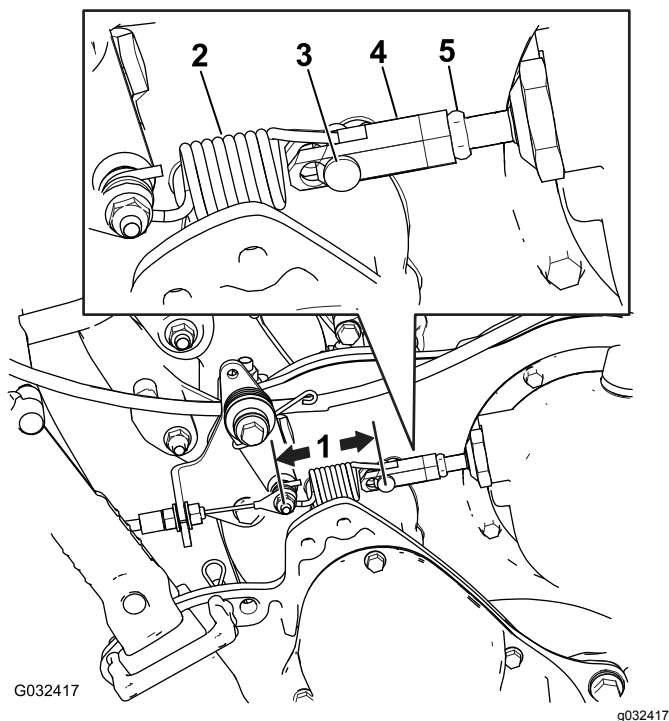

Рисунок 49
2. Измерьте расстояние от штифта на любом конце пружины регулирования тяги (Рисунок 49), если оно не находится в пределах от 7,3 до 7,6 мм, отрегулируйте сцепление, как описано в приведенных ниже пунктах.
- B. Ослабьте зажимную гайку на винтовой стяжке и снимите шплинтуемый штифт, отсоединив пружину от винтовой стяжки (Рисунок 49).
- F. Измерьте расстояние от штифта на любом конце пружины регулирования тяги (Рисунок 49), повторяйте пункты с A по F до тех пор, пока это расстояние не будет находиться в пределах от 7,3 до 7,6 мм.